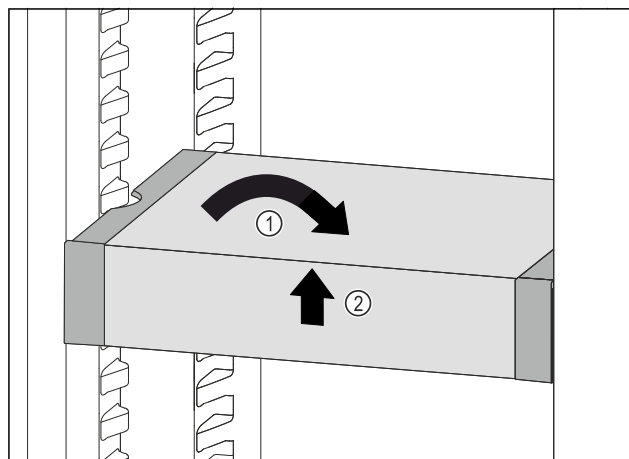

Fig. 74
- ▶ Placer VarioSafe lige. Fig. 74 (1)
- ▶ Løft VarioSafe op foran. Fig. 74 (2)